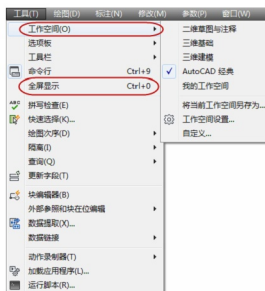

图 1-10 带有子菜单的菜单命令
- 菜单项带“”符号，表示该菜单项还有下一级子菜单。如图 1-10 所示，单击【工作空间】后，弹出了下一级菜单；
- 菜单项带按键组合，则该菜单项命令可以通过按键组合来执行，如图 1-10 中的【全屏显示】可以使用“Ctrl+O”执行；